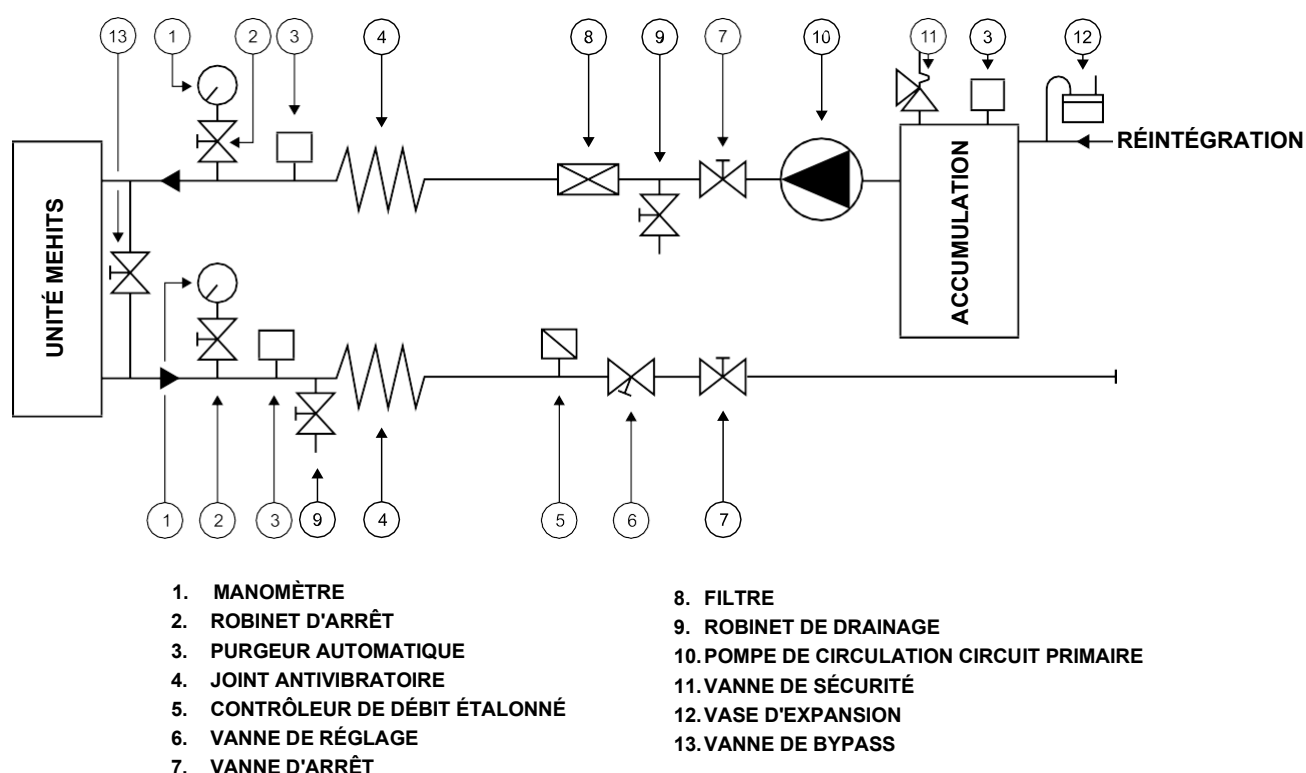

Figure 7.1 : schéma du circuit hydraulique évaporateur/récupérateur.
L'évaporateur et le récupérateur doivent être installés sur le circuit hydraulique des échangeurs de chaleur, il est important de faire attention et de respecter le positionnement correct des composants suivants (fig.7.1) :
- Tous les autres appareillages reportés dans la fig. 7.1.